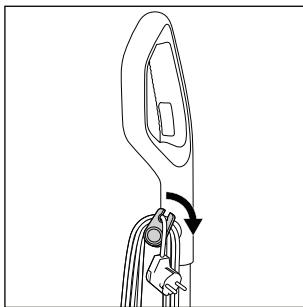

Fig. 16
- ◆ Enroulez le cordon d'alimentation **17** entièrement autour du support de cordon supérieur et inférieur **16/20**. Pour dérouler rapidement le cordon d'alimentation **17** des supports de cordon **16/20**, sortez légèrement le support de cordon supérieur **16** et tournez-le vers le bas (voir fig. 16).